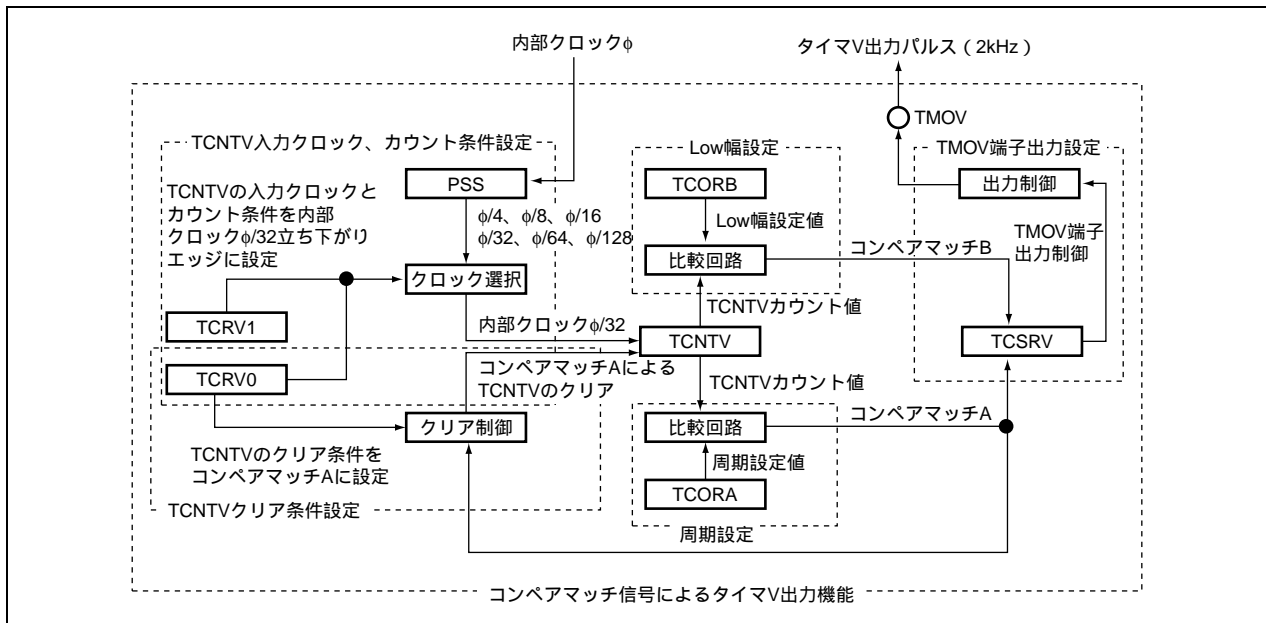

図 2.1 コンペアマッチ信号によるタイマV出力機能ブロック図
1. 本タスク例ではコンペアマッチ信号によるタイマV出力機能を使用して、ブザーに2kHzのパルスを出力します。図 2.1 に使用する機能のブロック図を示します。また、表 2.1 に使用機能説明および機能割り付けを示します。